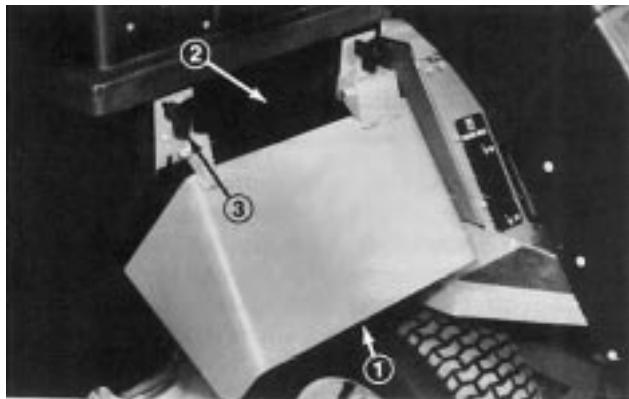

Abbildung 18
4. Das Grasablenkblech der Schneideeinheit (im Bausatz enthalten) mit (2) Knöpfen und 5/16"-Unterlegscheiben vorne am Trichterrahmen anbringen, wenn die Grasauffangvorrichtung verwendet wird (Abb. 18).